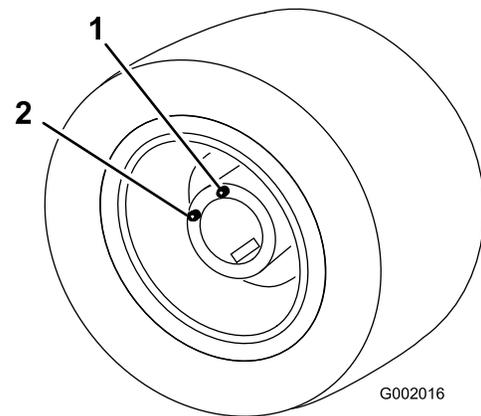

Figura 85
5. Mueva el vehículo lentamente hasta que la rueda esté en la posición indicada en Figura 85.